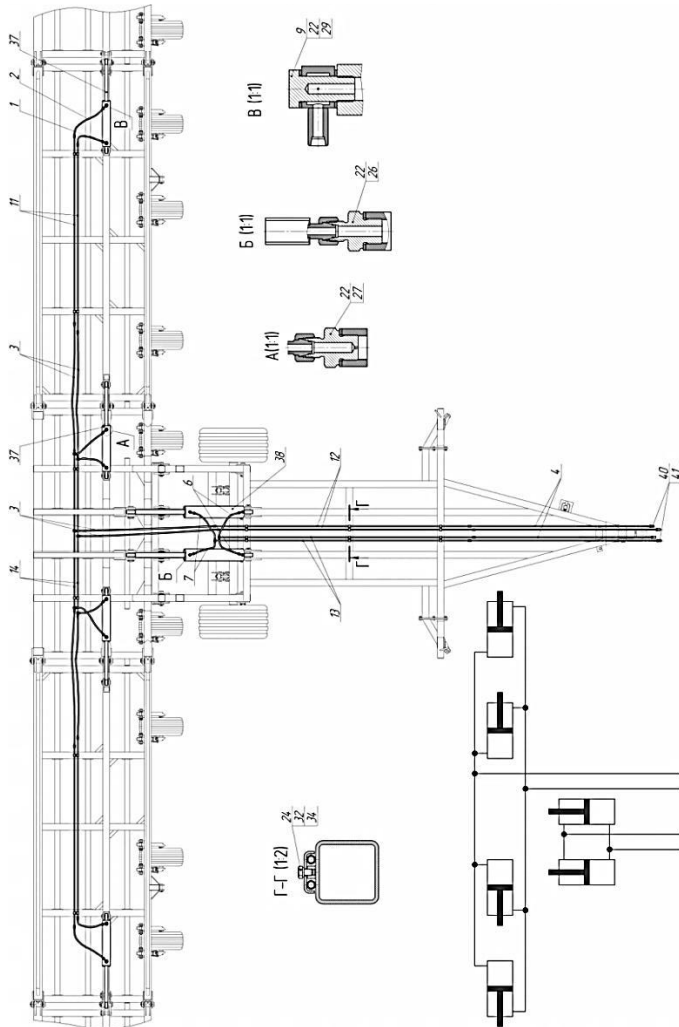

Рисунок 4 – Схема гидросистемы культиватора
3.5 Гидросистема предназначена для перевода культиватора из транспортного положения в рабочее и обратно, для разворотов культиватора в конце прохода. Состоит из металлических маслопроводов (рисунок 4), рукавов высокого давления (РВД), гидроцилиндров подъёма рабочего полотна 125x56x590 поз. 38, гидроцилиндров складывания крыльев и открылков 80x40x400 поз. 37. Расчетный объем гидросистемы: в рабочем положении – 27 литров; в транспортном положении – 22 литра.
4.1.6 Соединить гидромагистраль согласно схемы рис.4.